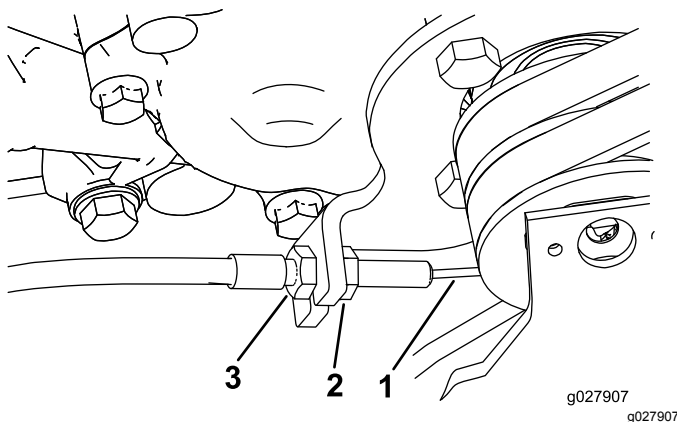

Рисунок 44
3. Чтобы устранить провисание троса управления тягой, ослабьте переднюю зажимную гайку троса и затяните заднюю зажимную гайку (**Рисунок 44**) так, чтобы провисание было устранено.